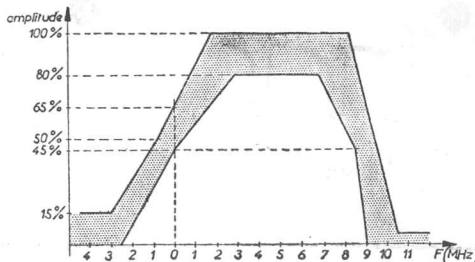

Fig. 6
- Vérifier la bande passante totale FP + FI au wobulateur. Elle doit tenir dans le gabarit de la figure 6 et posséder une partie rectiligne entre $\pm 1,5$ MHz du point de porteuse.